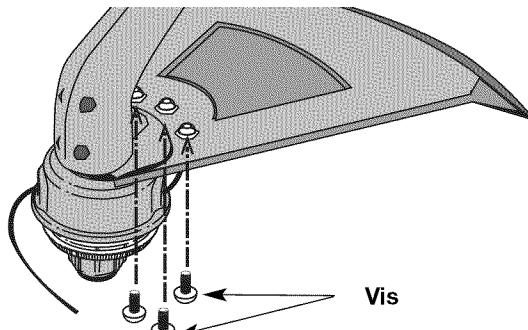

Fig. 5
- Introduisez une vis dans le trou du bas du protecteur d'accessoire de coupe et vissez-la dans l'écrou posé à l'étape 2 (Fig. 5). Évitez de serrer.